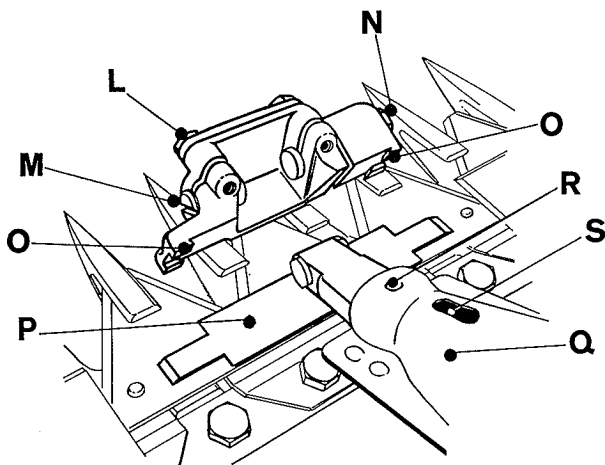

Fig. 7
**Aufsetzen und Einstellen des Messerkopfes (Fig. 7)**
**Montage et réglage de la tête de lame (fig. 7)**
**Montaggio e regolazione della testa di lama (fig. 7)**
und den Messerkopf an den 2 Schmierstellen R und S vorn am Schwinger (Fig. 7).
graisse la tête oscillante et la tête de lame par les 2 orifices de graissage à l'avant de l'oscillateur (fig. 7).
pompette il cuscinetto della lamiera oscillante e la testa lama nei due punti d'ingrassaggio R e S anteriormente all'oscillatore (fig. 7).